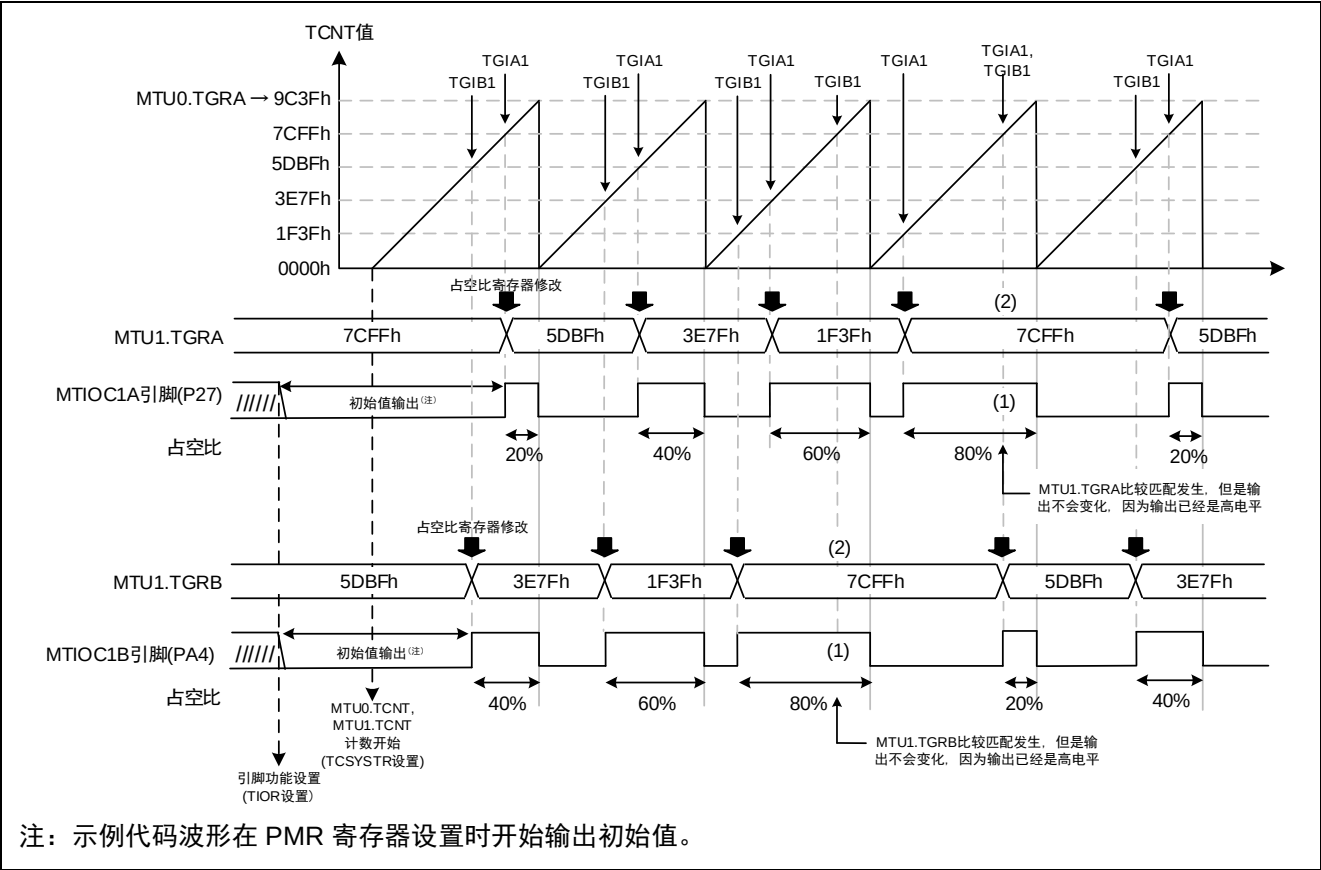

图 3.37 示例代码运行
- 关于占空比改变的时间的详细信息, 请参考图 3.37
示例代码的运行如图 3.37 所示。通过在 MTU1.TGRA 比较匹配中断（TGIA1）中修改占空比寄存器 MTU1.TGRA 的值和在 MTU1.TGRB 比较匹配中断（TGIB1）中修改占空比寄存器 MTU1.TGRB 的值，可以在每个周期改变占空比的设置。
详情参考图 3.37 中（1）。